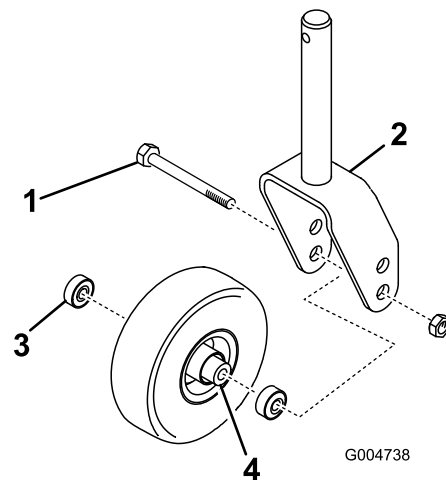
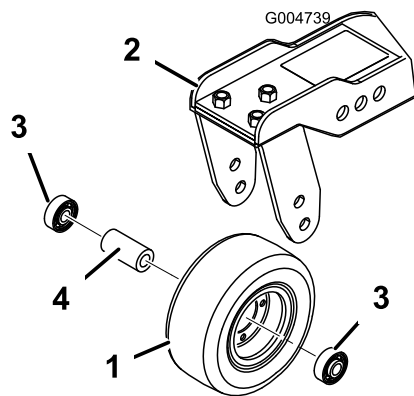

Figura 84
Figura 85
1. Retire la contratuerca del perno que sujeta el conjunto de la rueda giratoria entre la horquilla (Figura 84) o al brazo de pivote (Figura 85).
2. Retire el cojinete de la rueda y deje que se caiga el suplemento del cojinete (Figura 84 y Figura 85).